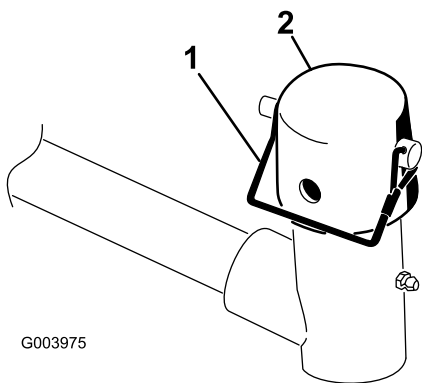

図 6
7. 昇降アームのピボットヨークからスナッパピンとキャップを外す **図 6**。
注 カuttingユニットをステアリングモードで使う場合はスロットを使い、固定モードで使用するには、穴を使う 図 6。